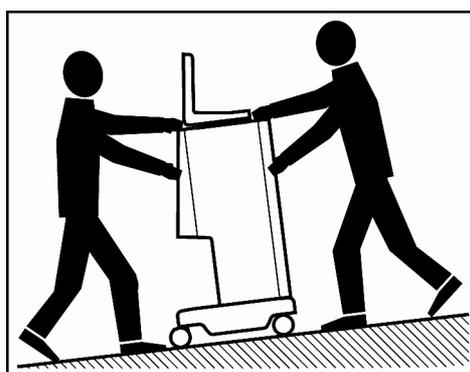

Fig. 4-2 Trasporto dell'apparecchiatura per dialisi lungo scale o piani inclinati (2 persone)
4. Per spostare l'apparecchiatura in salita o in discesa su scale o piani inclinati occorrono 2 persone, come mostrato in Fig. 4-2.